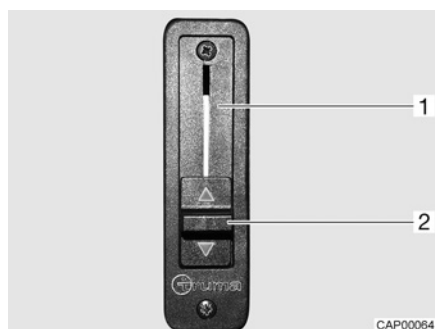

Fig. 5 Régulateur à coulisse pour blocage de phase
- Pousser à fond le régulateur à coulisse (Fig. 5,2) vers le haut. Le blocage de phase (Fig. 5,1) est ouvert. Le chauffage de l'espace habitable chauffe également le pare-brise.
- Pousser à fond le régulateur à coulisse (Fig. 5,2) vers le bas. Le blocage de phase est fermé. Le chauffage de l'espace habitable et celui du véhicule porteur sont séparés l'un de l'autre.